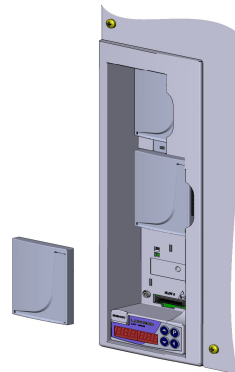

Figura 1: Retirar a tampa de proteção
- Retirar a tampa de proteção do slot, conforme Figura 1.